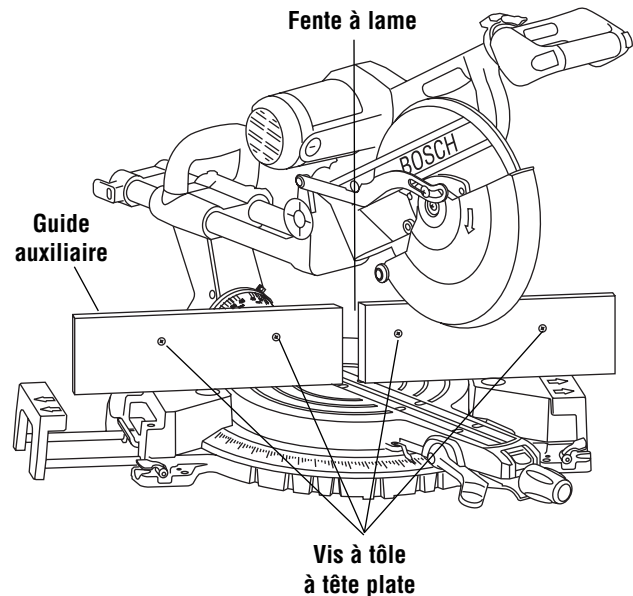

Figure 22. Guide auxiliaire
1. Placez une pièce de bois contre le guide de la scie à onglet (Figure 22). (Le bois peut avoir une hauteur maximum de 4 1/2 po.). Assurez-vous que la tête ne gêne pas le guide auxiliaire.